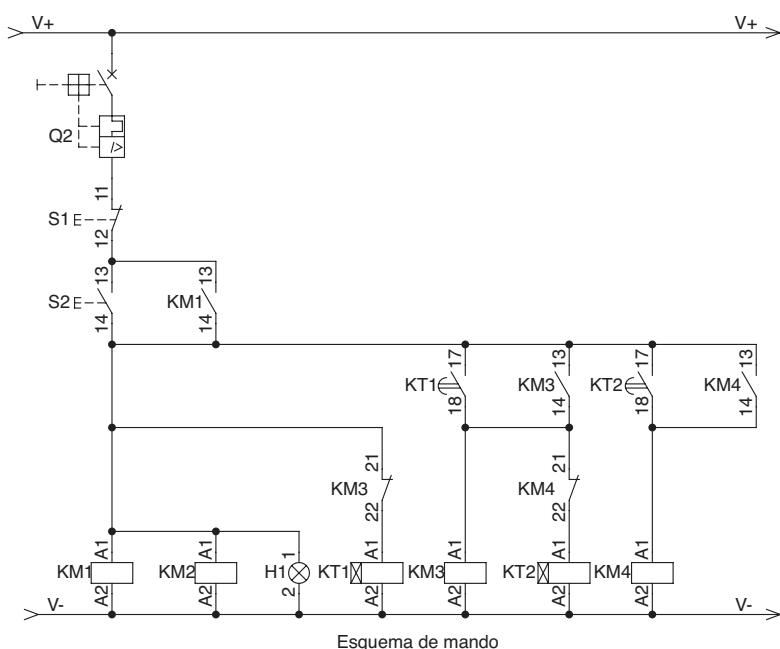

Figura 7.39. Arranque de un motor de corriente continua por eliminación de resistencias.
Una forma de evitar las sobrecorrientes en el momento del arranque de un motor de corriente continua es alimentando el devanado del inducido a través de resistencias de valor fijo, y posteriormente, eliminándolas por escalones. Según el esquema de la figura 7.39, el arranque de un motor de corriente continua con devanados independientes se realiza en tres tiempos:
- Realiza el montaje para arrancar un motor de corriente continua por eliminación de resistencias en el inducido. Los esquemas, de mando y fuerza, están representados en la figura 7.39 de esta unidad.